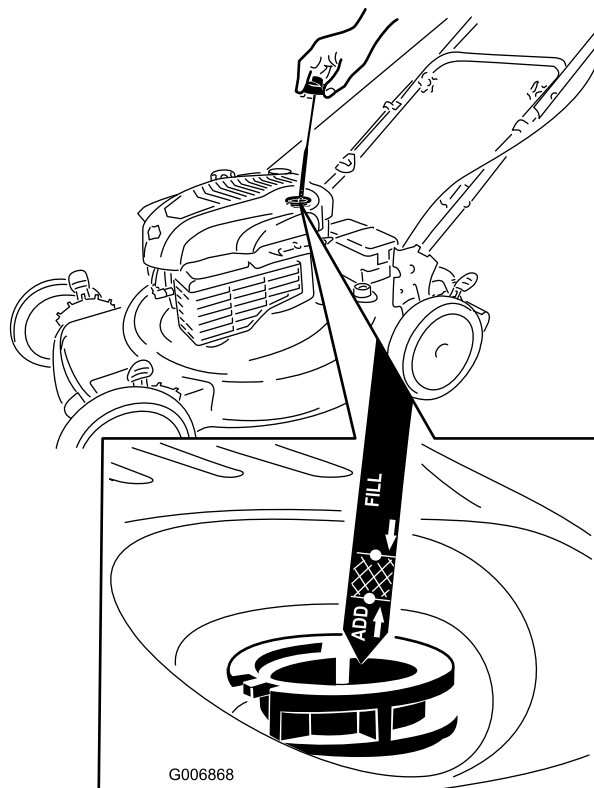

Figure 6
1. Retirez la jauge (Figure 6).
2. Versez de l'huile **lentement** dans le goulot de remplissage pour faire monter le niveau de liquide jusqu'au repère du **plein** (Full) sur la jauge (Figure 6).